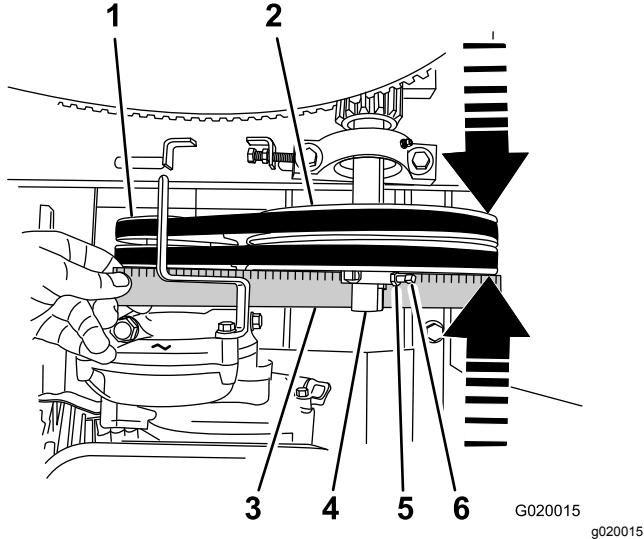

Figura 68
- Coloque una regla sobre las caras de la polea del motor y de la polea tensora (Figura 68).
- Afloje las contratuerca y los tornillos de fijación que sujetan la polea tensora al eje (Figura 68).
- Dando golpecitos con un mazo de goma, mueva la polea tensora hacia adelante o hacia atrás en el eje hasta que la polea del motor y la polea tensora estén alineadas con la regla (Figura 68).
- Apriete los tornillos de fijación y las contratuerca que sujetan la polea tensora al eje (Figura 68).